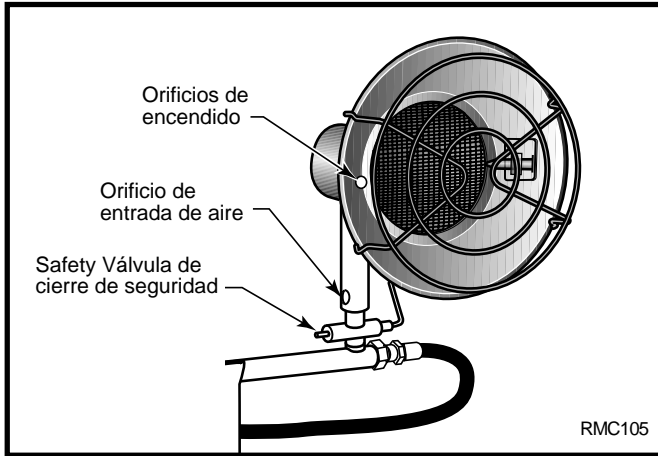

Fig. 3 Coloque el fósforo debajo del orificio de encendido.
4. Espere cinco (5) minutos para limpiar el aire. Después trate de oler gas, incluso cerca del piso. Si huele a gas, ¡DETÉNGASE! Siga el paso "B" en la información de seguridad ubicada en un lado del calentador. Si no huele a gas, continúe con el siguiente paso.
5. Gire la perilla del regulador del calentador en el sentido antihorario  a la posición de alto "Hi". Oprima el émbolo de la válvula de cierre de seguridad durante cinco (5) segundos. (Fig. 3)
**NOTA:** La primera vez que se opere el calentador después de conectar el suministro de gas, debe oprimirse el émbolo de la válvula de cierre de seguridad durante cuando menos treinta (30) segundos. Esto permitirá purgar el aire del sistema de gas.
2. No trate de encender un quemador con el otro. Use un fósforo en cada uno. Encuentre el orificio de encendido en un lado del quemador. (Fig. 3) Sostenga el fósforo encendido debajo del orificio de encendido.
- Oprima el émbolo de la válvula de cierre de seguridad (Fig. 3)